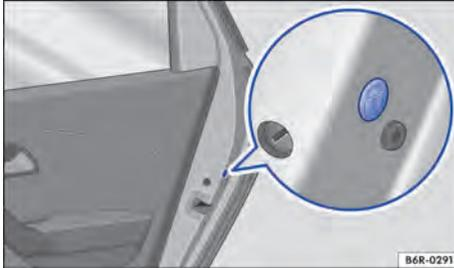

Fig. 48 Debaixo da vedação de borracha 🗄️: destravamento de emergência.
- Remover a vedação de borracha da porta. O tampão é 🗄️ identificado → Fig. 48 por um cadeado.